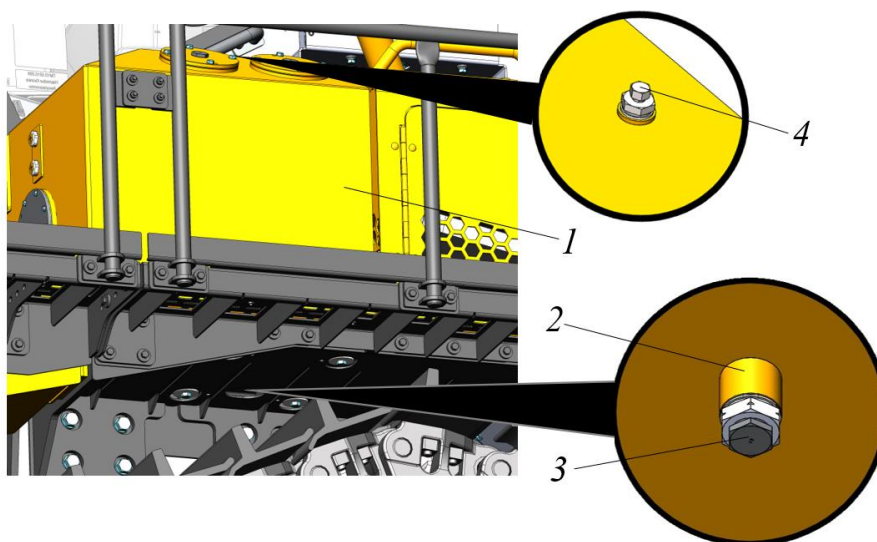

Рисунок 5.93. Процедура слива масла с гидробака
- ▶ Ключом  на 41 отвернуть пробку-колпачок 3 со сливного клапана 2 на нижней стороне гидравлического бака 1, см. рис. 5.93.
- ▶ Навернуть пробку-колпачок 3 на сливной клапан 2 гидравлического бака 1, рис. 5.93. Пробку-колпачок 3 затянуть моментом 310-345 Н*м.